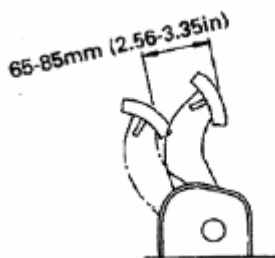

Рисунок 2-8
9. Проверка хода педали тормоза (рисунок 2-8)